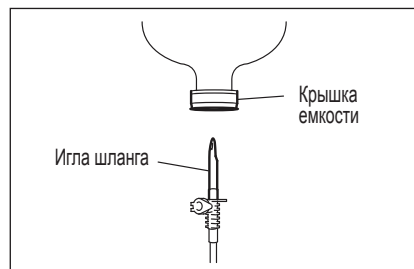

Рис. 13
- 2) Проткните иглой шланга крышку емкости (Рис.13).